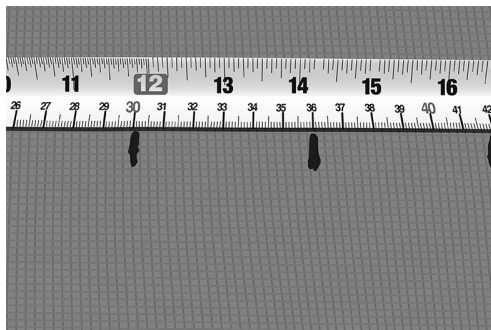

Abb. 3 Markieren Sie den CC-Abstand an der Wand oder am Boden
3. Markieren Sie den errechneten CC-Abstand an der Wand, auf der Bewehrungsmatte oder anderweitig (Abb. 3).